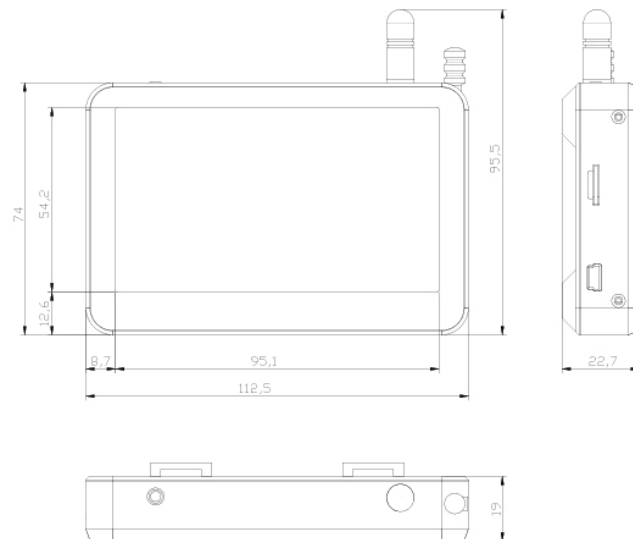

Figure 4
- Ligue o módulo laser pressionando e segurando o botão 1 (Fig. 4) por alguns segundos. Durante a conexão, um LED vermelho pisca (2).
- Algum tempo após ligar o módulo laser, a comunicação wireless será estabelecida entre o perfilômetro e o PDA. Durante este período, um LED azul (3) pisca no módulo laser. O LED se apaga quando o link é estabelecido.